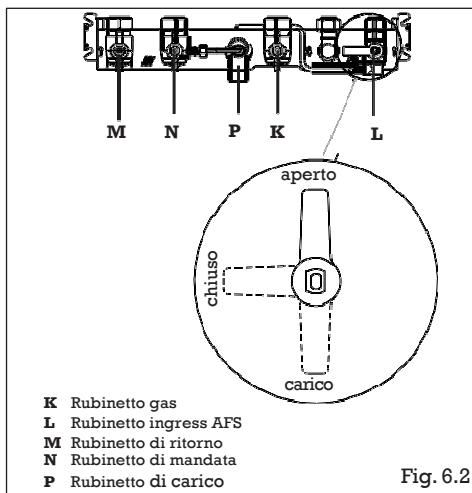

Fig. 6.2
- Lasciare il rubinetto d'ingresso acqua fredda in caldaia (L) in posizione "aperto" (manetta verso l'alto) - fig. 6.2